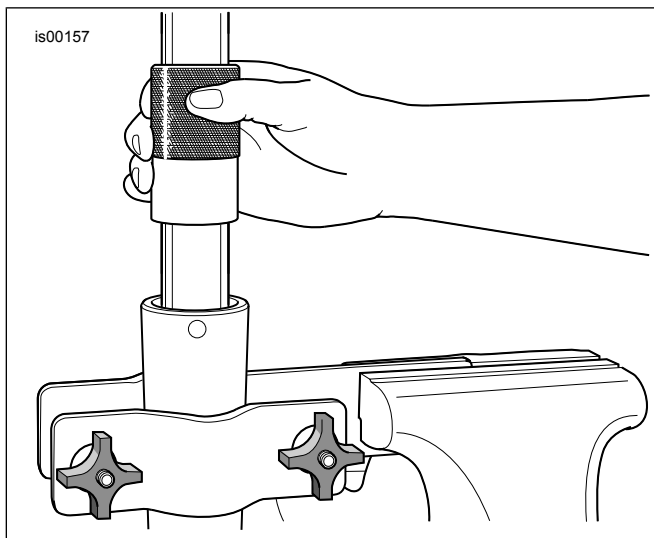

Abbildung 4. Gabelöldichtung einbauen
1. Die Staubkappe (13), Staubdichtung (4), Öldichtung (10) (beschriftete Seite nach unten), Öldichtungsdistanzscheibe (15) (konkave Seite nach oben) und untere Buchse (9) über das Rohr der Baugruppe Tauchrohr (12) schieben, damit diese später eingebaut werden kann.
2. Die obere Buchse (7) in die Nut in der Baugruppe Tauchrohr (12) einbauen. Die Buchse nur so weit aufweiten, dass sie über das Rohr passt.
3. Die Baugruppe Tauchrohr (12) in das äußere Tauchrohr (5) einbauen.
4. Siehe Abbildung 4. Buchse, Distanzscheibe und Dichtung in der Gleitrohrbohrung einbauen, indem die Bauteile mit dem BUCHESEINBAUWERKZEUG FÜR DIE GABELDICHTUNG (B-42571) nach oben geklopft werden.
5. Den inneren Sicherungsring (3) in die Nut unten im äußeren Tauchrohr einbauen.
6. Die Staubdichtung (4) und Staubkappe (13) einbauen.
7. Die Baugruppe Patrone (1) in die Tauchrohrbohrung einbauen.
8. Die Schraube und Unterlegscheibe (14) unten in die Baugruppe Tauchrohr (12) einbauen. Das Tauchrohr im Gleitrohr mehrmals durch seinen ganzen Bewegungsbereich bewegen, um die ordnungsgemäße Ausrichtung der Komponenten zu gewährleisten. Nun die Baugruppe Patrone nach unten drücken und die Schraube fest anziehen. Die Schraube auf ein Drehmoment von 15–25 N·m (12–18 ft·lbs) anziehen.
9. Die Vorspannhülse (16) in die Tauchrohrbohrung über die Patrone setzen.